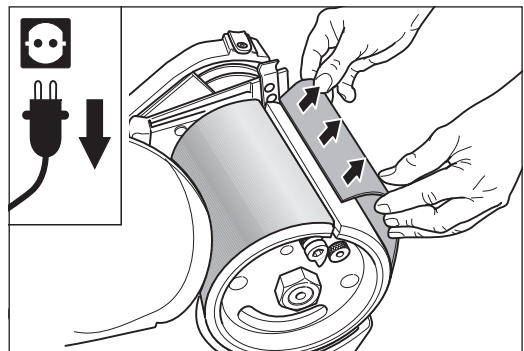

Abb. 32 Den verschlissenen Schleifmittelbogen abnehmen.
- 8 Entfernen Sie das verschlissene Schleifmittel (Abb. 32).